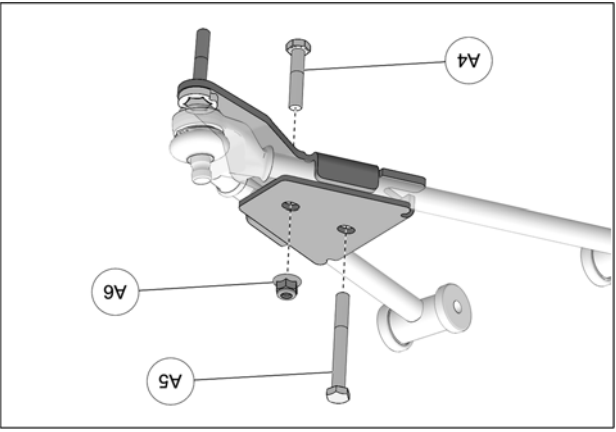

Fig. 17
6. Insérer le boulon M10x85mm (A5) par le dessus, à travers les parties supérieure et inférieure. Insérer le boulon M10x50mm (A4) par le dessous. Assembler les deux parties avec l'écrou (A6) fourni. Serrer l'assemblage à un couple de 50 N•m [37 lb•pi]. Voir la Fig. 17